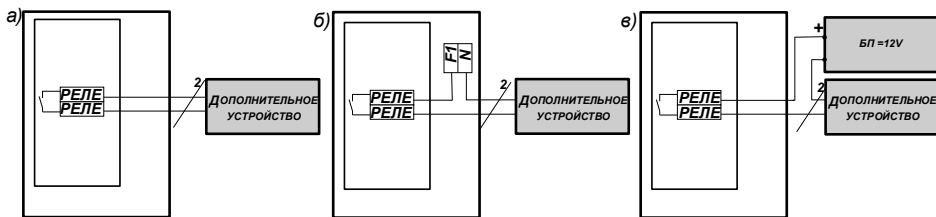

Рис. 1
Индикация состояния каждого датчика осуществляется трехцветными светодиодами № 1-4, выведенными на переднюю панель пульта (см. Приложение А Рис.1). Индикация состояний датчиков приведена в Таблице №1 РЭ.
Сброс памяти сработки происходит нажатием кнопки «СБРОС/ТЕСТ» на лицевой панели (см. Приложение А Рис. 1).
Встроенная звуковая сигнализация включена, пока есть активный сигнал датчика загазованности, или пока не будет нажата кнопка «СБРОС/ТЕСТ» на лицевой панели (см. Приложение А Рис. 1).
Электрический монтаж рекомендуется выполнять согласно Рис.1 Приложения Б в приведенной ниже последовательности.
2.2.2 Подключить дополнительное устройство, например светозвуковой оповещатель, к клеммам «РЕЛЕ» на плате «ТТ003», согласно одного из приведенных ниже вариантов на Рис. 1.